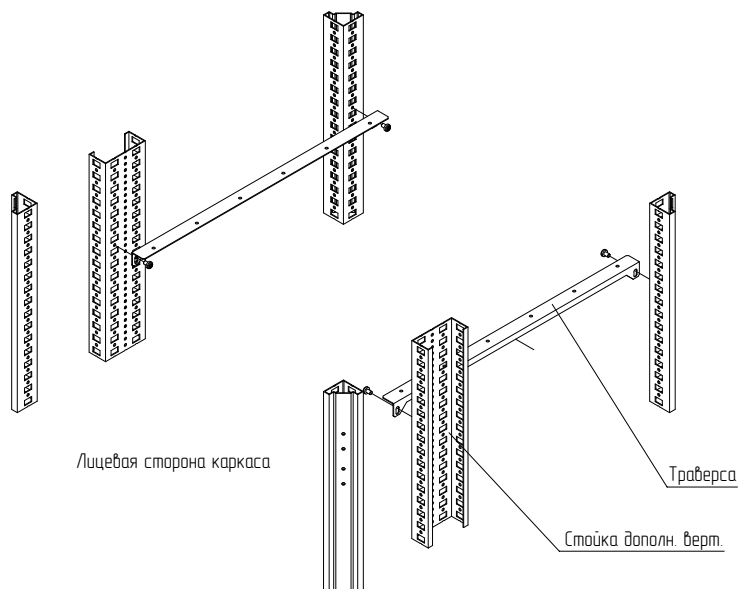

Рисунок 72
4.24.3 Закрепить траверсы на стойках с помощью винтов М6×10 (рисунок 72). Момент затяжки – 7 Н·м.